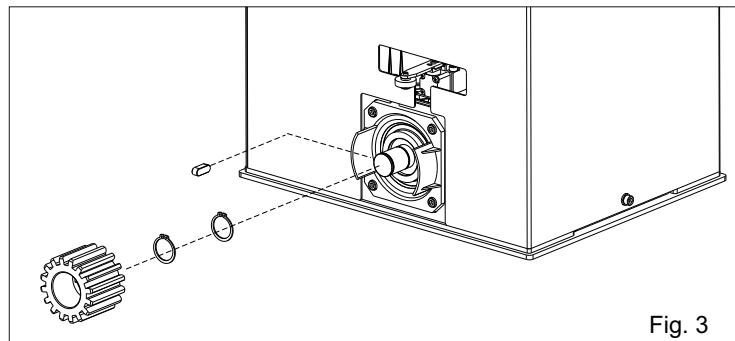

Fig. 3
3.1. Poner una lengüeta en el eje del motorreductor como en la Fig. 3.
3.2. Montar el piñón al motorreductor como se muestra en la Fig.3.